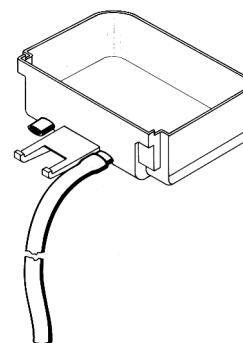

figura 1
- El cajón recoge-gotas está provisto de dos uniones de desagüe con diafragma. En el caso en que se quiera vaciar de continuo el cajón, perforar el diafragma (por ejemplo empleando un destornillador) de uno de las dos uniones de desagüe y conectarlo a una tubo de desagüe (ver figura 1).